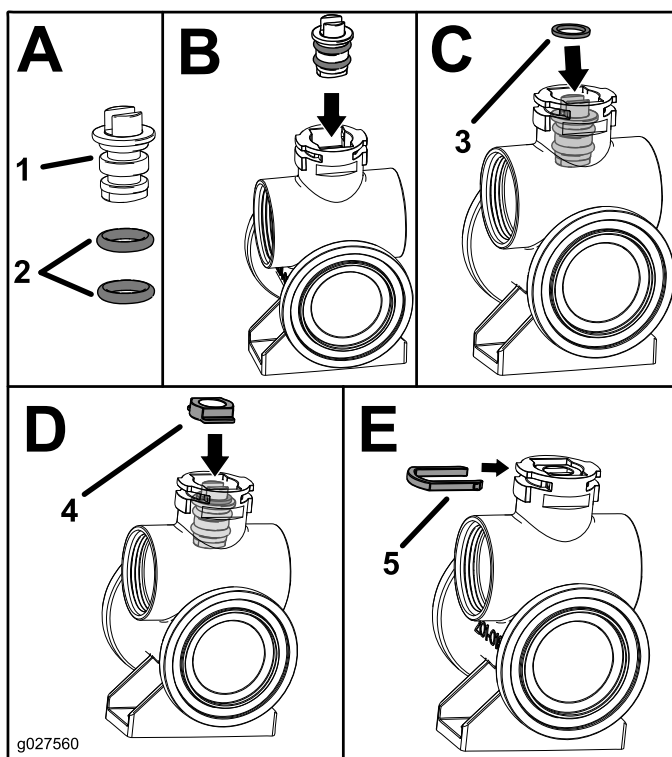

Figura 4
- Applicate del grasso allo stelo della valvola e montate i nuovi O-ring dello stelo della valvola sullo stelo della valvola (Riquadro A; Figura 4).
- Montate il gruppo dello stelo della valvola sul corpo della valvola (Riquadro B; Figura 4).
- Installate la rondella di spinta sul gruppo dello stelo della valvola (Riquadro C; Figura 4).
- Installate il fermo dello stelo sul gruppo dello stelo della valvola (Riquadro D; Figura 4).
5. Installate la forcina del fermo dello stelo (Riquadro E; Figura 4).